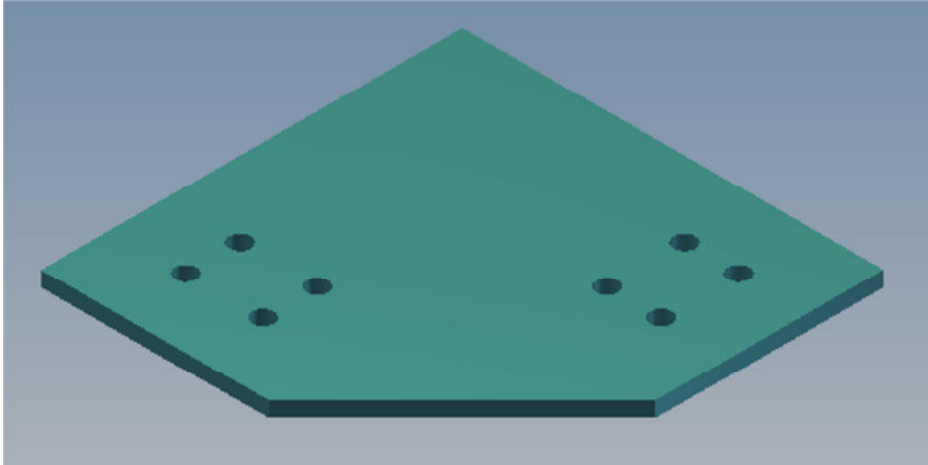

Bild 3 Eckabdeckung
- 3.2.5 Sammler (Bild 3) bei Wandstößen und Wandabschlüssen einbauen und mit beigestellten Schrauben befestigen.